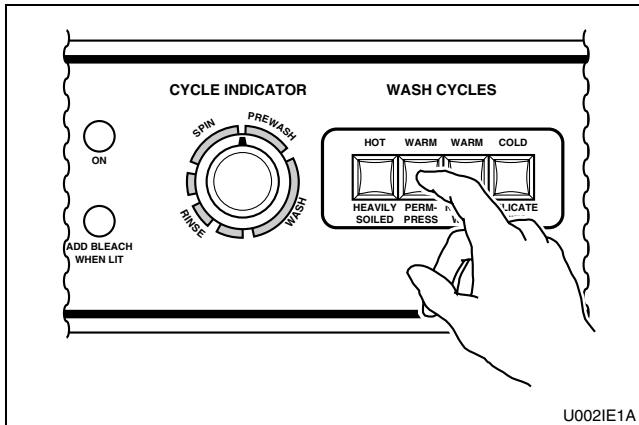

Figure 20
6. Sélectionner le cycle de lavage. Se reporter à la *Figure 20*.